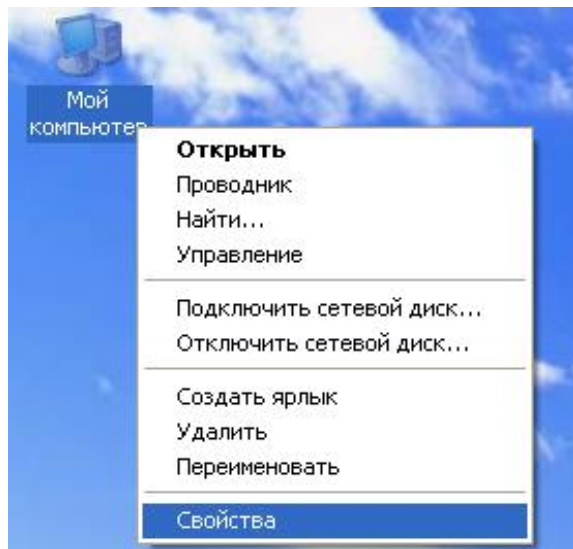

Рисунок 14
- Щелкнув правой клавишей мыши по значку «Мой компьютер», вызвать контекстное меню и выбрать пункт «Свойства» (см. рисунок 14).